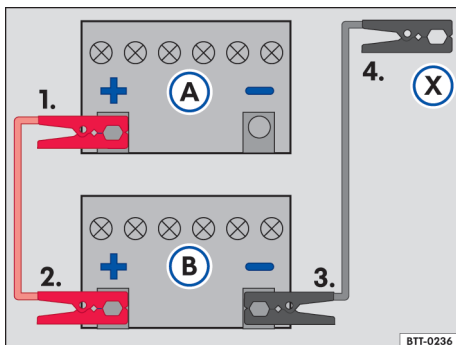

Fig. 144 Esquema para a conexão dos cabos auxiliares de partida: bateria do veículo descarregada (A) e bateria do veículo fornecedora de corrente (B).
Legenda para → Fig. 144:
Conectar o cabo auxiliar de partida somente na sequência 1 – 2 – 3 – 4 → Fig. 144.
- Conectar uma extremidade do cabo auxiliar de partida *vermelho* ao polo positivo (+) do veículo com a bateria do veículo descarregado → Fig. 144 ❶ → ▲.
- Conectar a outra extremidade do cabo auxiliar de partida *vermelho* ao polo positivo (+) do veículo fornecedor de corrente ❷.
- Conectar uma extremidade do cabo auxiliar de partida *preto* ao polo negativo da bateria do veículo fornecedor de corrente ❷.
- Conectar a outra extremidade do cabo auxiliar de partida *preto* X no veículo com a bateria do veículo descarregada em uma peça maciça de metal aparafusada firmemente ao bloco do motor ou no próprio bloco do motor - porém não nas proximidades da bateria ❶ → ▲.